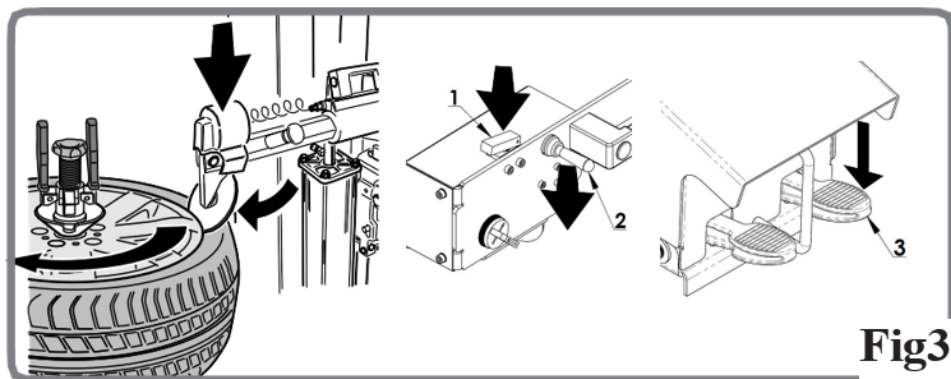

Fig35
- Forbelast dæksidebryderskiven ved hjælp af kontrol (2, Fig35). Dækket skal trykkes ned med ca. 5 mm.
- Start indtrængningen af skiven (1, Fig35) og derefter start hjulets rotation (3, Fig35), mens du samtidig sænker dæksidebryderskiven lidt ad gangen (ved hjælp af kontrol (2, Fig35)).
- Slip indtrængningskontrollen (1, Fig35).